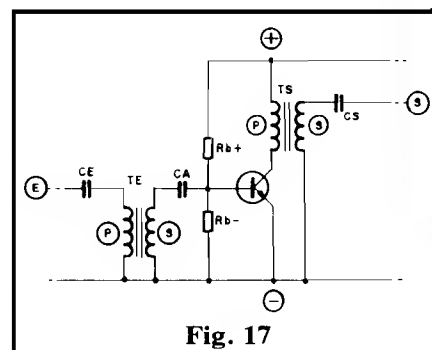

Fig. 17
- **FIG. 17** - Transformadores de Entrada e de Saída - Uma vez que com transformadores especialmente calculados e enrolados podemos promover os mais precisos "casamentos" entre estágios, certas "fontes" de sinal e certos "utilizadores" do sinal final pedem a conexão ao circuito amplificador também via transformadores! Um perfeito casamento do transistor em **EMISSOR COMUM** (ver fig. 4) com uma fonte de sinal de baixa impedância, pode ser promovido por um transformador de Entrada (TE, na figura). Da mesma forma, uma adequação de impedâncias perfeita na conexão de Saída do arranjo, com "o que vem depois", às vezes exige a intercalação de um transformador de Saída (TS). Notem que os dois exemplos (transformador de entrada e transformador de saída) estão "concentrados" numa única figura, apenas para simplificar, porém suas aplicações podem ocorrer isoladamente, dependendo do circuito... Verifiquem novamente que a polarização de **base** do transistor está feita com **dois** resistores, em divisor de tensão, promovendo uma perfeita "colocação no ponto" do dito transistor, conveniente quanto queremos evitar ao máximo qualquer distorção nos sinais manejados...